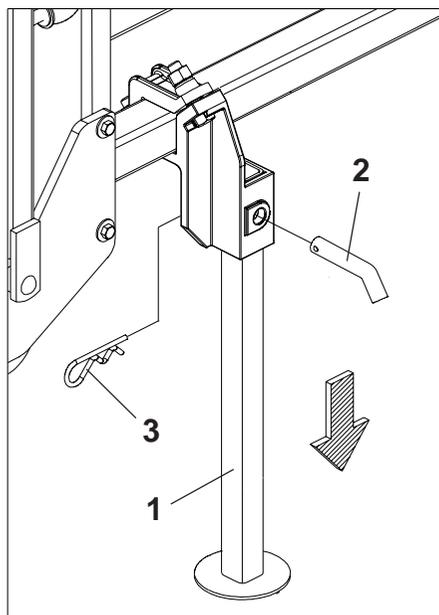

FIGURA 25
1 - Levante a semeadora através do acionamento do cilindro hidráulico. Abaixos os suportes de apoio (1) e fixe com o pino (2) e trava (3), **conforme mostra a figura 25.**